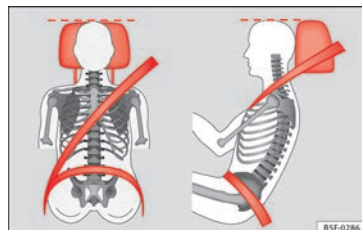

Fig. 74 Encosto de cabeça corretamente regulado visto de frente e de lado.
– Ajuste dos encostos de cabeça de modo a que o rebordo superior do encosto fique, na medida do possível, alinhado com o alto da sua cabeça, no mínimo à altura dos olhos » » » **Fig. 74.**